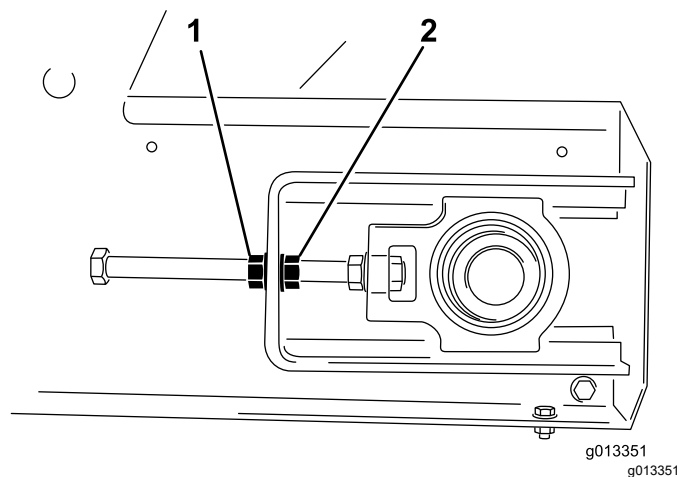

Figura 59
4. Cu 2 chei, blocați capătul tijei întinzătorului i apoi slăbiți piulia de blocare, care este piulia cea mai apropiată de capătul tijei (Figura 59).
3. Pe partea spre care se îndreaptă banda, ineți fix capătul tijei întinzătorului, slăbiți piulia de blocare i strângeți piulia de reglare cu 2 ture ale piuliei (Figura 59).